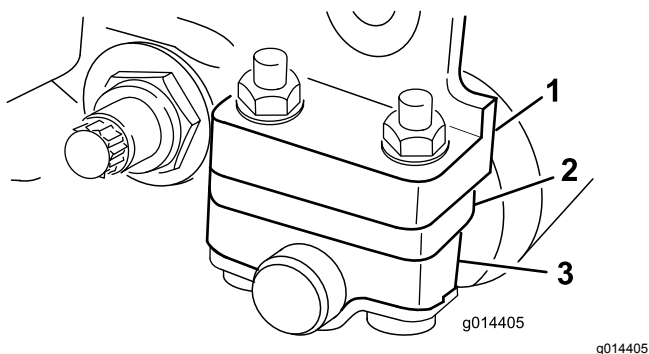

図 7
使用する刈高によって、後ローラブラケットの取り付け位置を変更する必要があります 図 6 または 図 7 低位置または高位置のどちらかに設定します。
- 刈高範囲が 3.225.4mm の場合は、スペーサを、取り付けフランジの下にセットする (図 7)。
4. 必要に応じてスペースを、ローラブラケットの上または下にする 図 6 または 図 7。